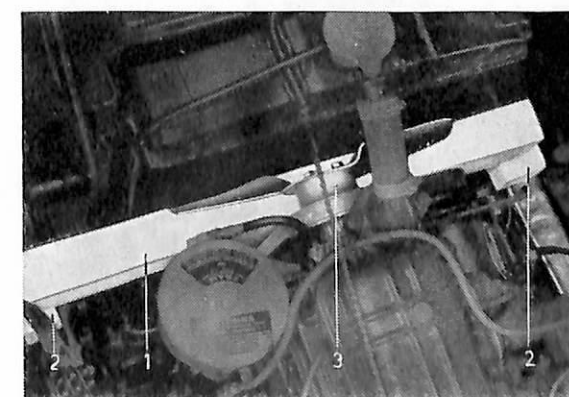

Bild 10. Motorstöd.
7. Skruva av muttrarna vid främre motorfästena. Tag bort främre skyddsplåten för motorn. Placera en träklots (1 bild 10, dimension ca 62×6×6 cm) ovanpå bärbalkarna men under fläktnavet (3). Träklotsen stickes in underifrån. På P 210 lägges dessutom två klotsar (2, dimension 4×6×6 cm) mellan ramen och ovan nämnda träklots. På senare utförande måste urlag göras i träklotsen. Skall vagnen ej flyttas och travers finns tillgänglig, kan motorn istället hängas i traversen.